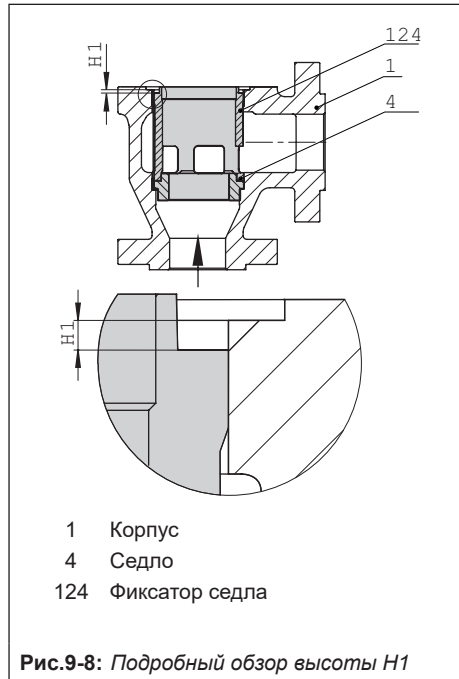

Рис.9-8: Подробный обзор высоты H1
H1 - это высота между облицовкой фиксатора седла (124) и облицовкой корпуса (1), см. Рис.9-8).